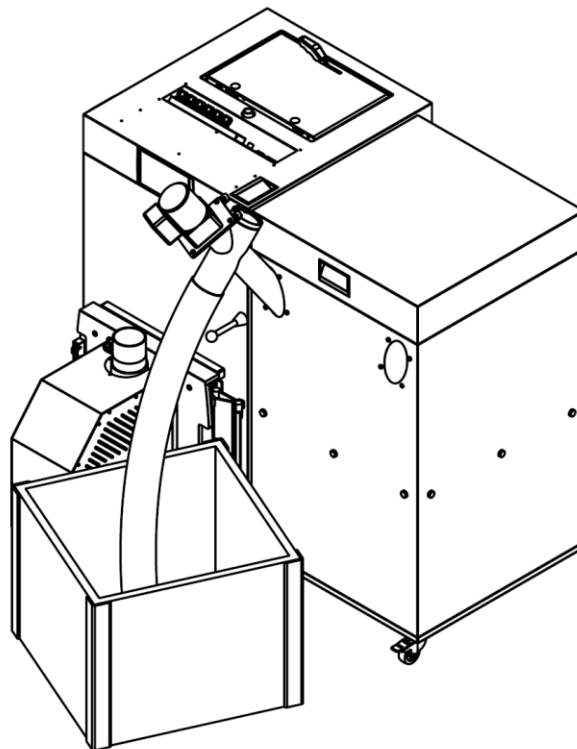

Abb. 17. Übergabe des Brennstoffs mit dem Schneckenförderer ins Vorratsbehälter
1. Vor der Inbetriebsetzung ist die Schnecke im Schneckenrohr mit Brennstoff zu füllen. Zu diesem Zweck ist das Brennerrohr (1 – Abb. 1) z.B. in einem Eimer, Kasten etc. zu sichern, um ein Verschütten des Brennstoffs zu vermeiden (Abb. 17), anschließend **MENÜ** der Regelung auswählen und in **MANUELLEN BETRIEB** übergehen. Die Sacke der Brennstoffzuführung wird in Betrieb gesetzt (ohne den Heizkessel zu starten), um das Zuführungsrohr mit dem Brennstoff zu füllen. Die Auffüllung des Transportschneckenrohrs mit dem Brennstoff dauert 20 Minuten, danach mit **EXIT** den **MANUELLEN BETRIEB** verlassen, um die Schnecke einzustellen.